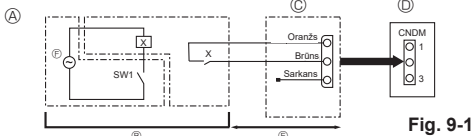

Fig. 9-1
9.1. Zema trokšņa līmeņa režīms (modifikācija objekta) (Fig. 9-1)